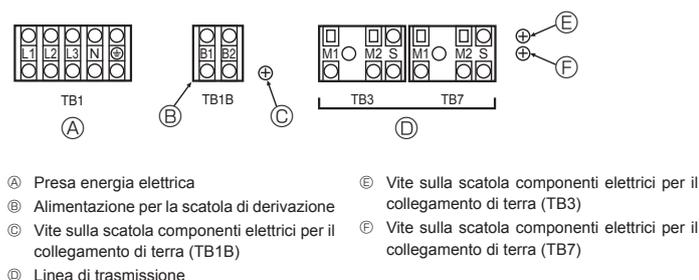

Fig. 6-1
6.2. Scatola di comando e posizione di collegamento dei cablaggi (Fig. 6-1)
- Collegare il cablaggio tra l'unità esterna e l'unità interna o la scatola di derivazione alla morsetteria di trasmissione (TB3) dell'unità esterna. Collegare il cablaggio tra l'unità esterna e il sistema di controllo centralizzato alla morsetteria di trasmissione (TB7) dell'unità esterna. Durante l'utilizzo del cablaggio schermato, collegare la massa del cablaggio schermato al terminale schermato (S) della morsetteria (TB3) o (TB7). Se il collegamento del connettore di alimentazione della trasmissione dell'unità esterna è cambiato da CN41 a CN42, collegare il terminale schermato (S) della morsetteria (TB7) alla vite (E) utilizzando il cavo in dotazione.
- * Il terminale schermato (S) della morsetteria di trasmissione (TB3) è collegato a terra (E) quando l'unità viene spedita dalla fabbrica.